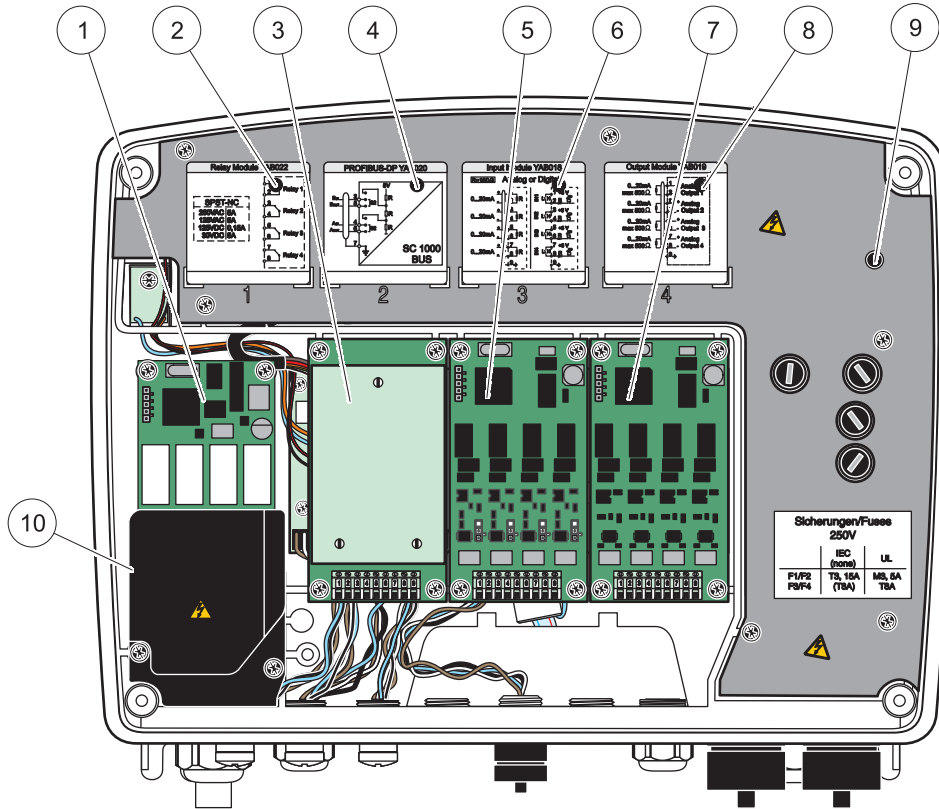

图 18 扩展卡端口
3. 将中继卡插入适当的槽口（图 18）。使用磁性螺丝刀把四个十字头螺丝固定到卡上（在正常的垂直安装位置更易连接卡和组件，而非水平放在工作台上）。
6. 在随附的不干胶标签上写上铭牌上的序列号，贴在主高压防护层上（图 18）。该序列号与卡在网络中的内部地址是一样的。
2. 将输入卡插入适当的槽口 (图 18)。用磁性螺丝刀拧紧卡上的四个十字头形螺丝。
5. 在随附的不干胶标签上写上铭牌上的序列号, 贴在主高压防护层上 (图 18)。
2. 将中继器卡插入适当的槽口 (图 18)。用磁性螺丝刀拧紧卡上的四个十字头形螺丝。
5. 在随附的不干胶标签上写上铭牌上的序列号，贴在主高压防护层上 (图 18)。